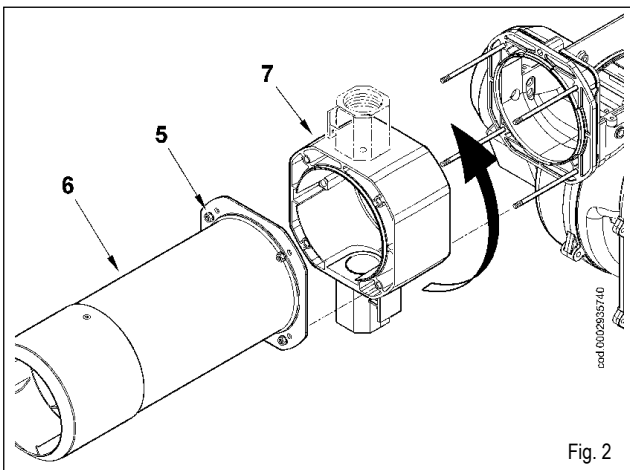

Fig. 2
- 2) S'assurer que la plaquette 3 soit bloquée par la vis 4. Cela permettra, une fois les opérations d'entretien terminées, de réinstaller le groupe de mélange dans la même position que celle du réglage précédent. Dévisser la vis 5 qui fixe la tige d'avancement du groupe à la plaquette (figure 2).
- 3) Enlever ensuite les 4 écrous (5) de la figure 2, démonter le tube flamme (6) et, après avoir ôté le réducteur de pression (7) de ses goujons, repositionner ce dernier avec l'embout fileté pour la fixation de la rampe de gaz dirigée vers le haut.
- 4) Pour terminer l'opération, fixer le tube flamme (6) et le réducteur de pression (7) avec les 4 écrous (5), puis repositionner le groupe de mélange à sa place.